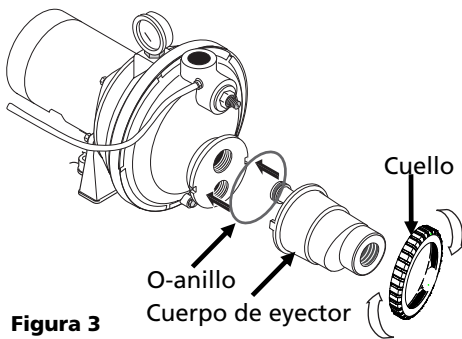

Figura 3
1. Coloque el anillo O en la ranura circular en la cara de la brida de la bomba (véase la Figura 3).